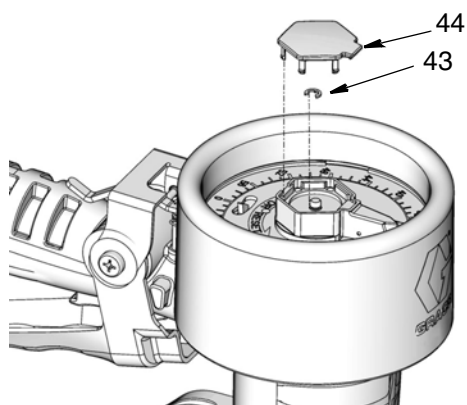

Рис. 26
2. Снимите крышку (44), малое стопорное кольцо (43), (Рис. 26).